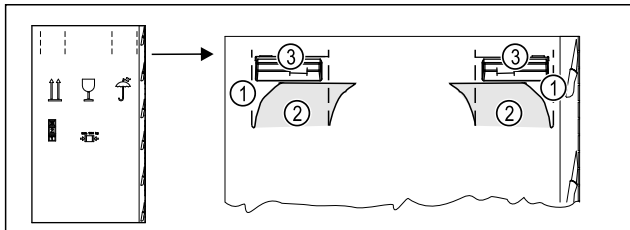

Fig. 5
- Продавити пакувальний картон зверху по лінії перфорації Fig. 5 (1).
- Витягнути видавлені частини Fig. 5 (2).
- Зліва і справа видно ручки для перенесення Fig. 5 (3).
- Взяти пристрій за ручки для перенесення Fig. 5 (3).